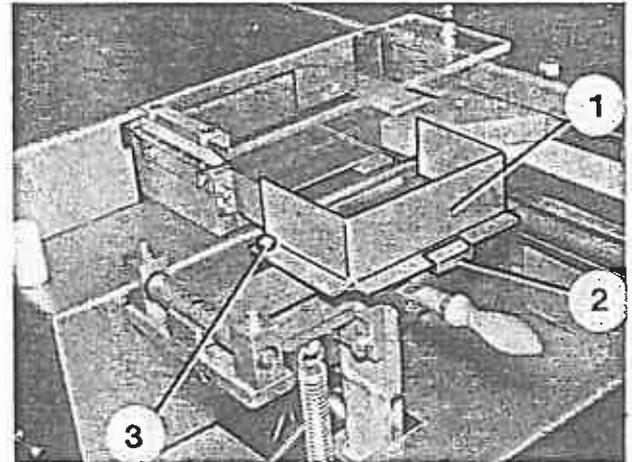

Bild 49
1. Den kleinen Führungswinkel (Bild 49/1) auf den Kippteller aufsetzen, Schrauben (Bild 49/3) festziehen und Haltewinkel (Bild 49/2) einhängen.